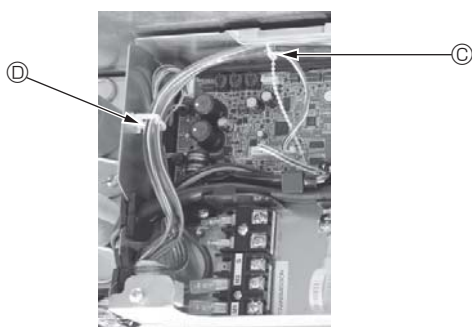

Fig. 5-15
- Coloque las partes sobrantes de los cables de enlace del sensor i-See y del receptor de señales en la caja de componentes eléctricos en el clip para cables de la forma mostrada en el diagrama, y sujete los cables con el remache. (Fig. 5-15)